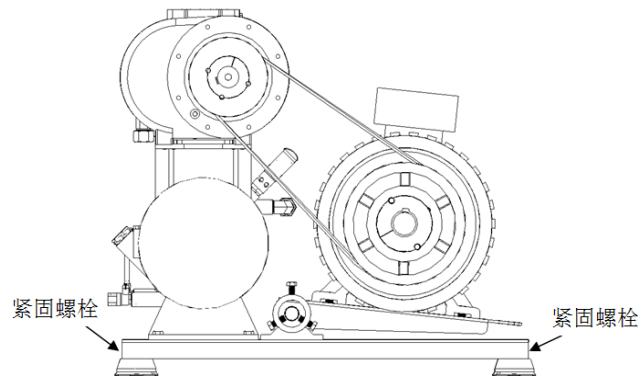

图 2.3
(1) 请用户在使用空压机前,先查看空压机内部底座的紧固螺栓是否被拆除,紧固螺栓有贴纸标示(如图 2.3)